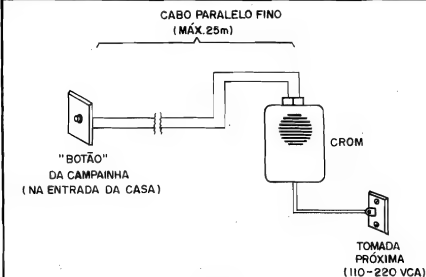

Fig.12
**FIG. 12 - A INSTALAÇÃO** - Simplíssimas as providências de instalação... Normalmente a caixa da CROM ficará numa parede (fixada com bragaideiras, ou gancho, ou "ele") da cozinha ou área de serviços da casa... É importante que haja perto uma tomada comum de C.A., à qual será acoplado o plugue existente no "rabicho" da montagem (por razões óbvias de estética, esse "rabicho" deve ter apenas o comprimento suficiente, de modo a não ficar aquele "baita" fio, pendurado, feio e indutor de acidentes...). Do par de conetores "Sindal" sai o cabo paralelo fino que, passando